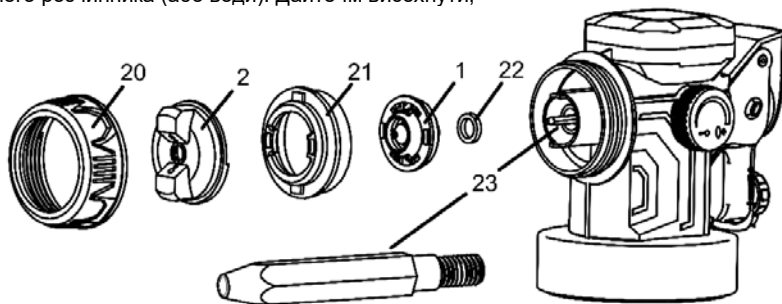

Рисунок 7
- відкрутіть фіксувальну гайку форсунки (20, рисунок 7), витягніть регулятор орієнтації факела розпилення (2, рисунки 1 і 7), витягніть напрямний корпус форсунки (21, рисунок 7), витягніть саму форсунку (1, рисунки 1 і 7) з кільцем (22, рисунок 7), відкрутіть голку форсунки (дюз) (23, рисунок 7) за допомогою гайкового ключа (16, рисунок 1), очистьте всі елементи за допомогою щітки та відповідного розчинника (або води). Дайте їм висохнути;